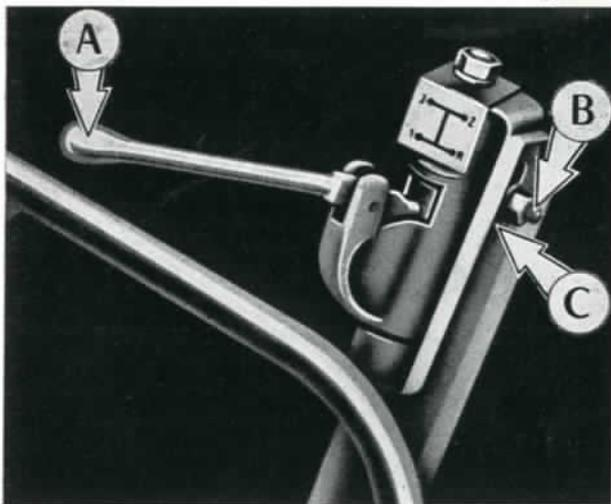

FIG. 3
- (f) Abaisser à fond le levier de changement de vitesse (fig. 3), ce qui fait monter le boulon (B) dans la lumière de réglage (C) du support ; bloquer le boulon (B).